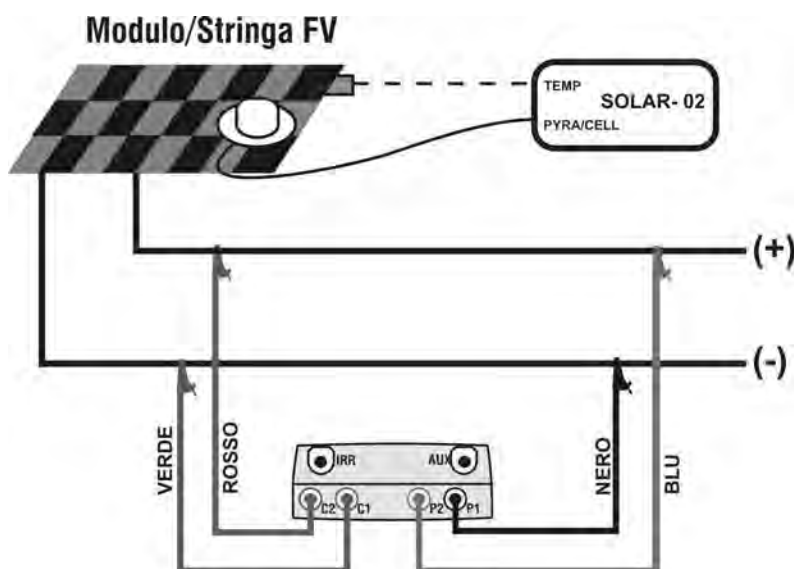

Fig. 9: Collegamento dello strumento al modulo/stringa FV
21. Collegare lo strumento al modulo/stringa in prova come mostrato nella seguente Fig. 9